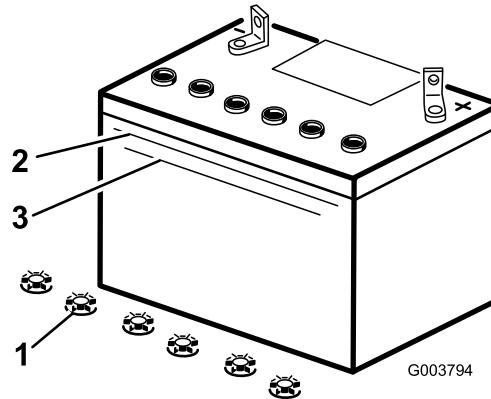

Рисунок 38
- Посмотрите на боковую стенку аккумулятора. Уровень электролита должен доходить до линии Upper (Верхний) (Рисунок 38). Следите за тем, чтобы уровень электролита опустился ниже линии Lower (Нижний) (Рисунок 38).
3. Снимите крышки заливных горловин аккумулятора (Рисунок 38).
электролита не дойдет до линии Upper (Рисунок 38) на корпусе аккумулятора.
5. После заполнения банок аккумулятора подождите пять или десять минут. В случае необходимости добавьте дистиллированную воду, пока уровень электролита не дойдет до линии Upper (Рисунок 38) на корпусе аккумулятора.